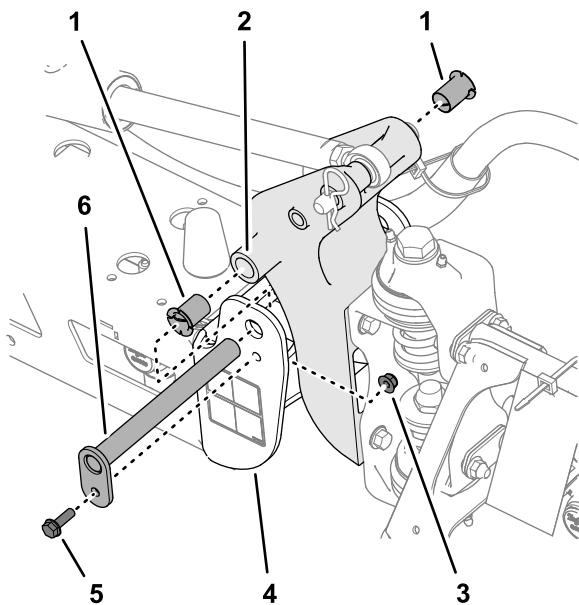

Figura 108
3. Retire el perno y la tuerca que sujetan el pasador de giro y retire el pasador (Figura 108).
- Retire los casquillos de nailon desde delante y desde detrás del soporte de giro e inspecciónelos (Figura 108).
- Lubrique los casquillos de nailon con una cantidad pequeña de aceite e instálelos en el soporte de giro (Figura 108).
- Alinee los taladros del soporte de giro con los taladros del canal final (Figura 108).